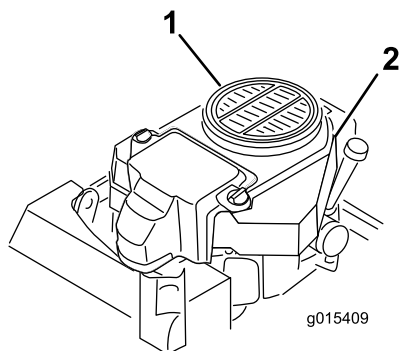

Figure 63
3. Enlevez la grille d'entrée d'air et le boîtier du ventilateur (Figure 63).
5. Remettez la grille d'entrée d'air, le lanceur et le boîtier du ventilateur (Figure 63).